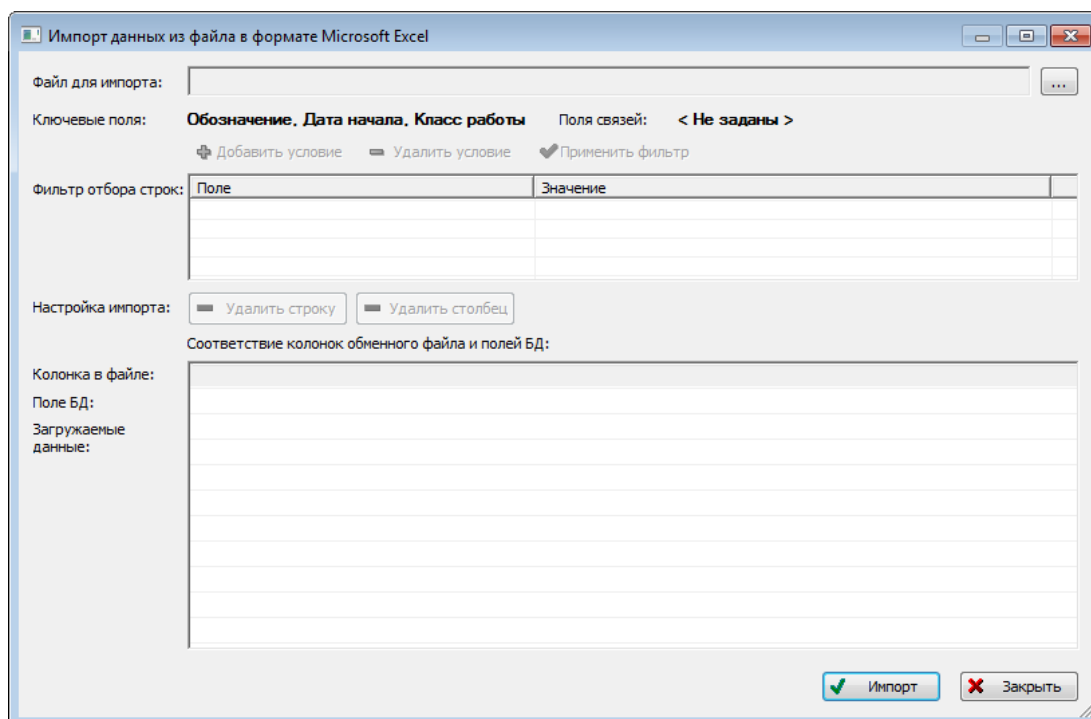

Рис. 27-33 – Окно импорта из файла Excel
В результате откроется окно «Импорт данных из файла в формате Microsoft Excel» (рис. 27-33). Описание назначения полей данного окна приведено в пункте 5.4.6 «Панель «Импорт/экспорт»», стр. 61.
5) Нажать в нем кнопку  «Выбрать файл на локальном диске» (рис. 27-33). Откроется стандартное диалоговое окно «Открыть» – выбрать нужный файл и нажать кнопку «Открыть».